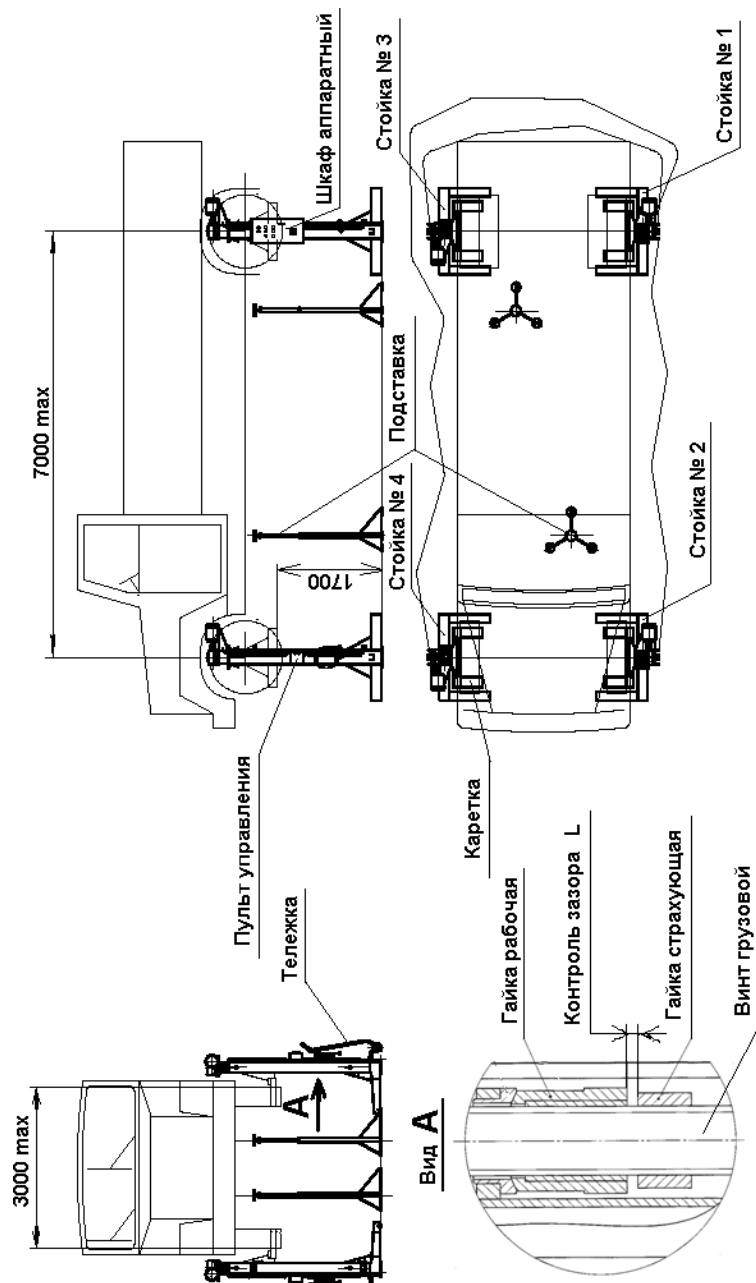
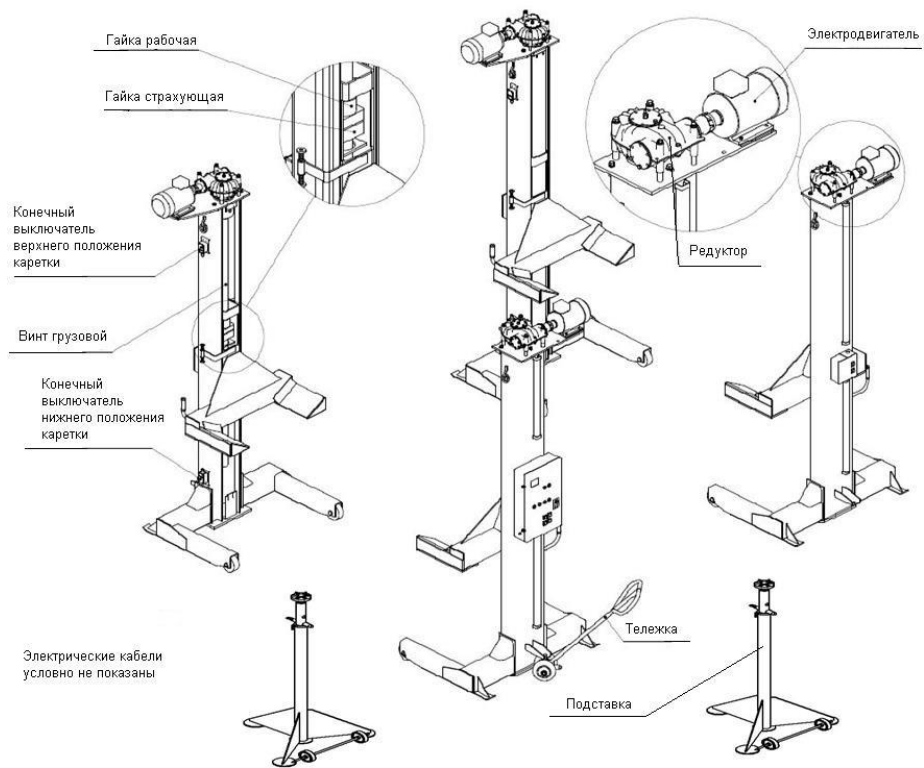

Рис. 1. Подъемник передвижной ПП – 30М
Рис. 2. Составные части подъемника передвижного ПП – 30М
4.1. Подъемник состоит из четырех стоек (см. Рис.1 и Рис.2), каждая из которых имеет электромеханический привод, каретку, грузовой винт, рабочую и страхующую гайки, конечные выключатели верхнего и нижнего положения кареток. На первой стойке установлен шкаф аппаратный, имеющий корпус с панелью электрооборудования, автоматический выключатель, лампочку «Сеть», «Авария», кнопки «Вверх» и «Вниз» для управления первой стойкой и кнопки «Вверх» и «Вниз» для управления всеми стойками одновременно. На остальных стойках установлены посты управления с кнопками «Вверх» и «Вниз» для управления данной стойкой.
- 5.23. При длительном ремонте и обслуживании на подъемнике под раму автомобиля или спец. места автобуса для страховки устанавливать подставки (см. Рис.1 и Рис. 2).